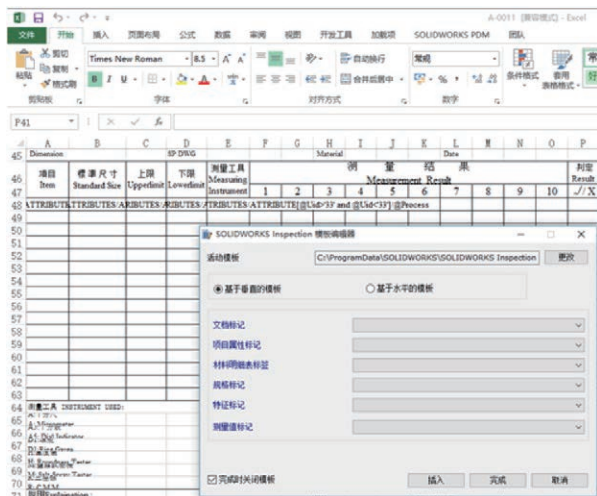

图 4 报表模板工作界面
(3) 接下来，我们看到的就是 Inspection 报表模板的工作界面，如图 4 所示。